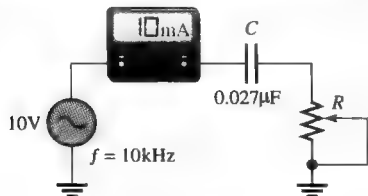

图 10-66
11. 在图 10-66 中, 为了使总电流为 10mA, 变阻器必须设置在何值? 结果相位角是多少?